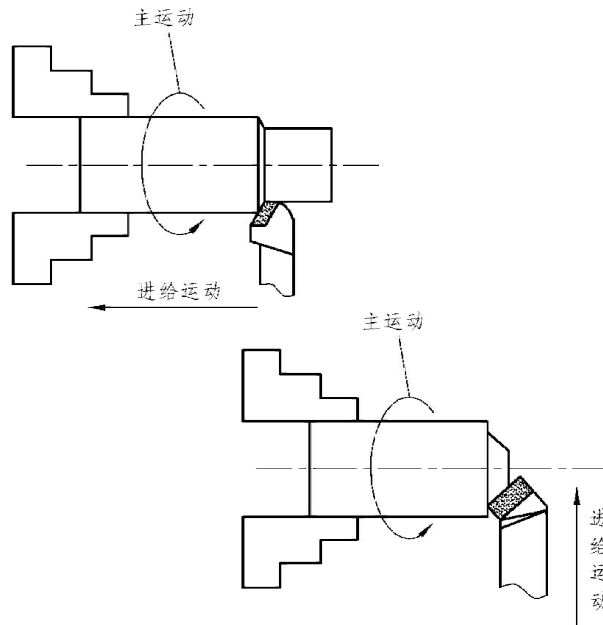

图 1.8 车削时的工作运动
(1) 主运动 车削时工件的旋转运动称为主运动。工件的旋转运动就是主运动。
(2) 进给运动 使工件多余材料不断被车去的运动称为进给运动。车外圆是纵向进给运动，车端面、切断、车槽是横向进给运动。如图 1.8 所示。